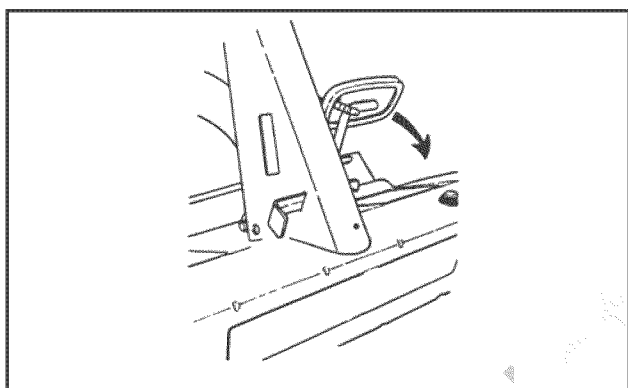

FIGURA 11
1. Presione completamente el pedal de embrague/freno (A, Figura 11).